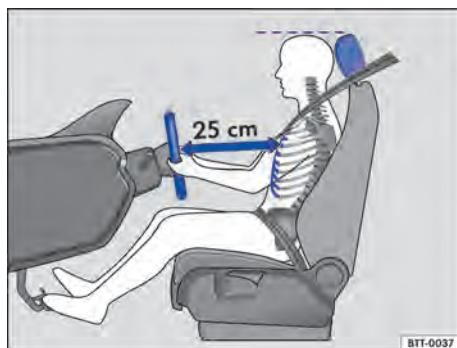
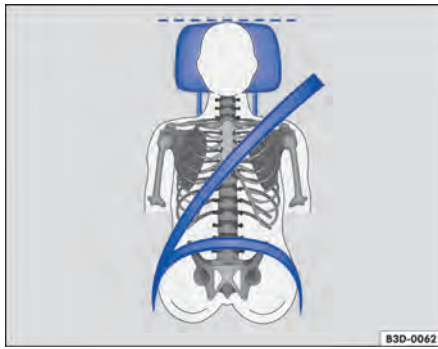

Fig. 32 A distância correta entre o condutor e o volante deve ser de, no mínimo, 25 cm.
Fig. 33 Posição correta do cadarço do cinto de segurança e ajuste correto do apoio para cabeça.
- Ajustar o banco de modo que a distância entre ele e o tórax tenha no mínimo 25 cm → Fig. 32 e que o condutor possa segurar o volante pela borda externa com as duas mãos e os braços ligeiramente dobrados.
- Ajustar o banco do condutor na direção longitudinal de modo que os pedais possam ser acionados com as pernas ligeiramente arqueadas → Fig. 32.
- Para os assentos com apoio para cabeça: ajustar o apoio para cabeça de modo que a sua borda superior se encontre preferencialmente na mesma linha da parte superior da cabeça → Fig. 32 e → Fig. 33 – porém não abaixo da altura dos olhos. Posicionar a parte posterior da cabeça o mais perto possível do apoio para cabeça.
- Ajustar a distância correta entre o condutor e o volante → Fig. 32 com ajuda do comando do banco do condutor → Página 52.